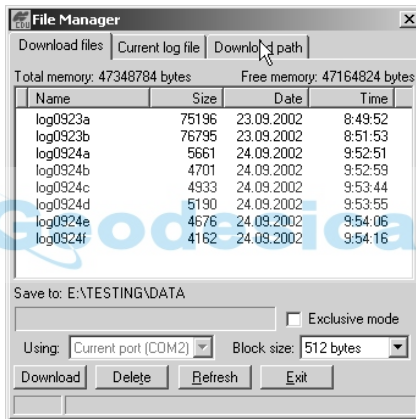

Figura 4-4. Encontrar Archivos para Descargar
- Haga clic en la pestaña **Download path** (ruta de Descarga) en el cuadro de diálogo File Manager (Administrador de Archivos) (Figura 4-4).